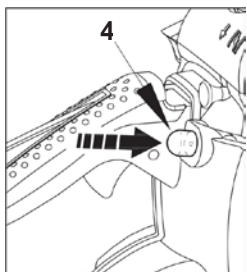

Рис. 6.3
5. Нажмите на праймер для предварительной подкачки топлива (Рис. 6.3, поз. 4) до тех пор, пока не увидите, что топливо начало циркулировать (если праймер предусмотрен конструкцией).